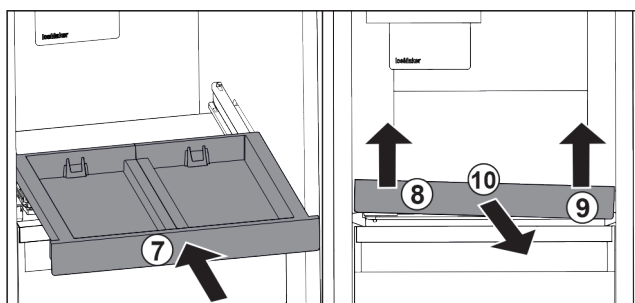

Fig. 106
- ▶ Zasuňte vysouvací přihrádku. Fig. 106 (7)
- ▶ Vysouvací přihrádku vpředu vlevo nadzvedněte. Fig. 106 (8)
- ▶ Vysouvací přihrádku vpředu vpravo nadzvedněte. Fig. 106 (9)
- ▶ Odeberte vysouvací přihrádku směrem dopředu. Fig. 106 (10)